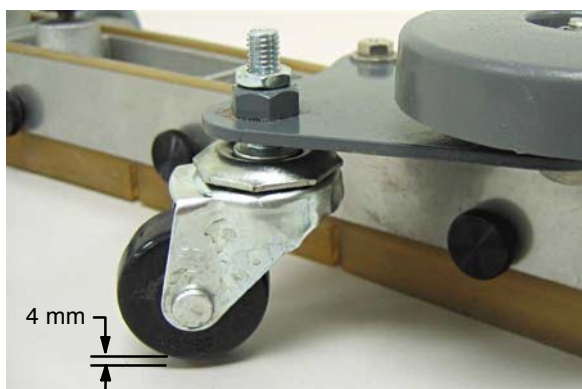

図 6
6. ブレードの反りを調整するときは、スクイジーアセンブリーを平らな場所に置き、キャスターを図のように調整してください(図 6)。